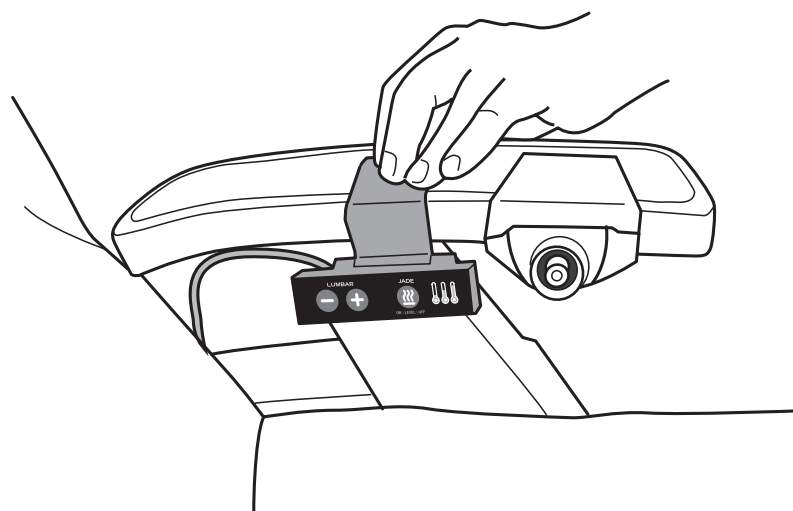

Fig.17
5. Placez le panneau de commande sur l'accoudoir, au-dessus du bras du fauteuil, comme illustré (Fig.17).